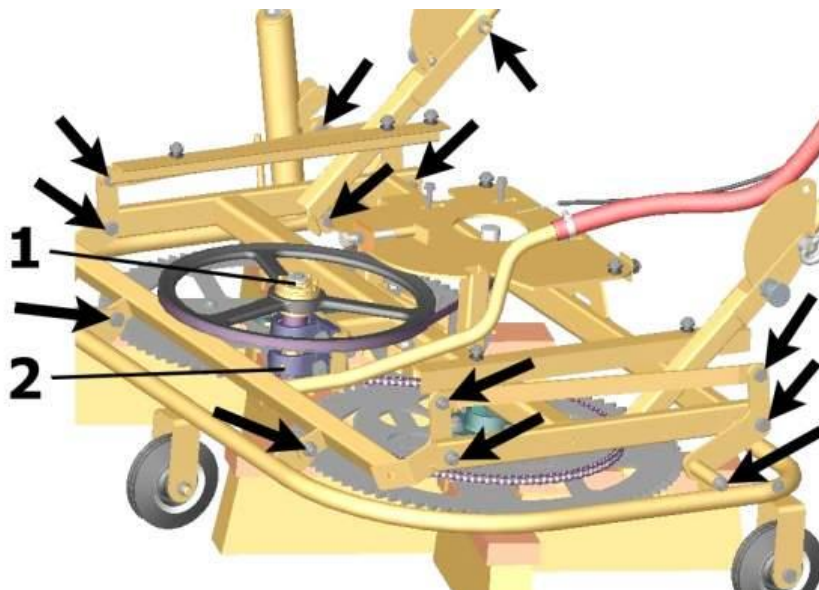

Figure 2
• **Ne pas serrer trop fort les vis de fixation des pièces mobiles.** (Voir les flèches ↙ ↘ sur la figure 2)
Un couple à friction (voir pos. (1) sur la **figure 2**) sert de protection contre les surcharges et son fonctionnement doit régulièrement être contrôlé ; il doit être réajusté (serrage du couple à friction (1) en cours de fonctionnement).
Rajouter du lubrifiant semestriel dans le téton de graissage du couple à friction (voir pos. (2) sur la **figure 2**).